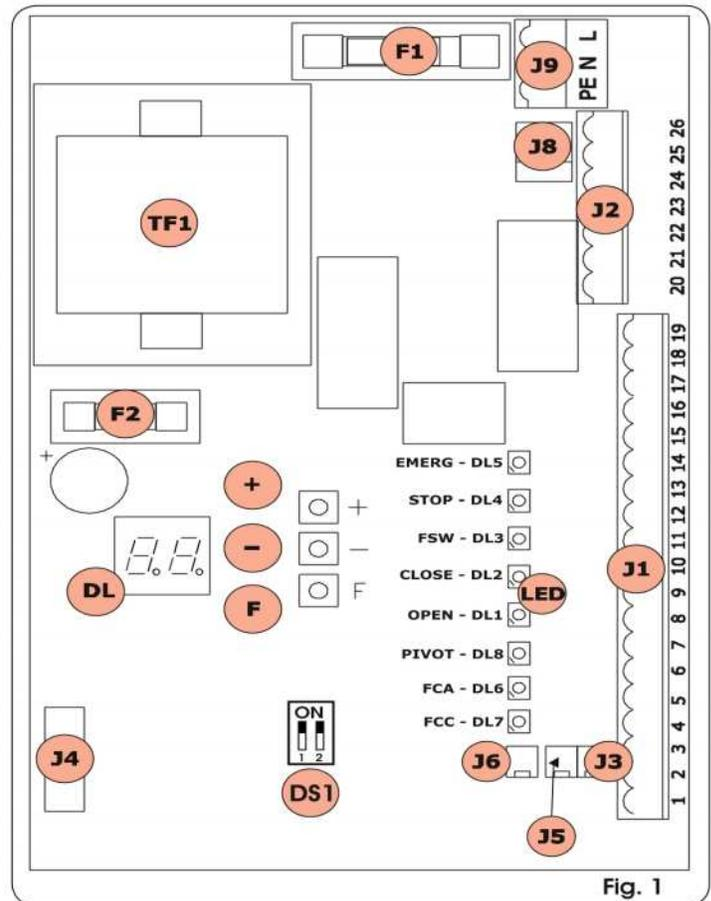

Fig. 1
4.9. SELECTOR FRECUENCIA DS1 (FIG. 1)